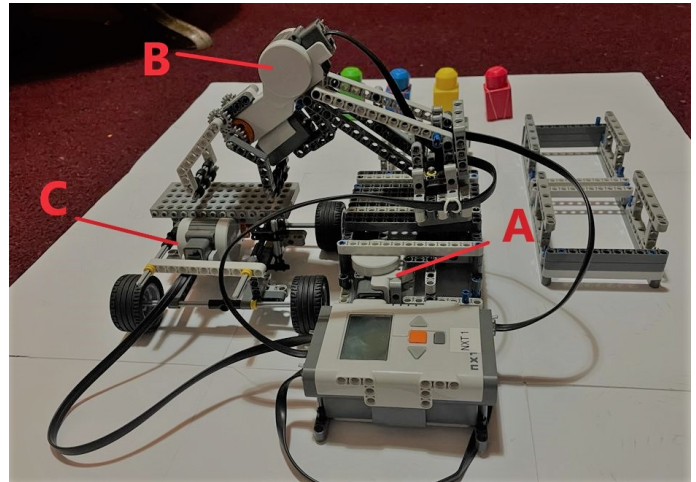

Abbildung 1. Motoren
Es wurde überlegt, drei Motoren in den Roboter einzubauen. Der erste Motor (A) ist dafür zuständig, dass sich der Greifarm horizontal, also nach links und rechts bewegen kann. Der zweite Motor (B) hat die Aufgabe, die jeweiligen Objekte zu greifen. Der dritte (C) Motor ist für den Transporter eingebaut. Die Motoren sind in Abbildung 1 dargestellt.